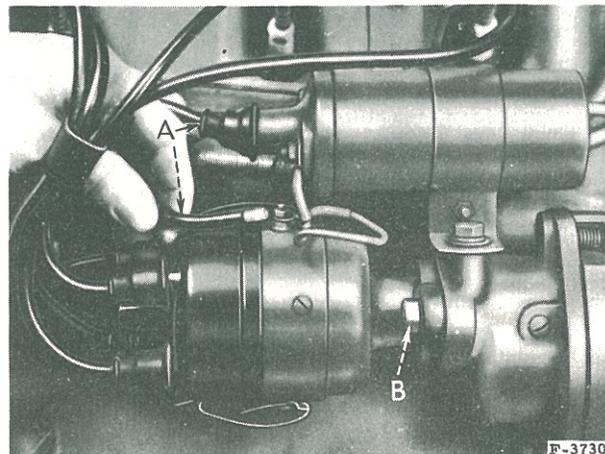

Figure 42 - Avance du distributeur en maintenant le fil du secondaire à 2 ou 3 mm de la borne primaire
2. Retirez de la prise centrale du chapeau du distributeur le fil du secondaire "A" (figure 42) et enlevez le chapeau.
Desserrez les boulons "B" (figure 42) de fixation du distributeur. Tournez le moteur jusqu'à ce que le piston N° 1 se trouve au point mort haut en fin de compression. Le fil du secondaire doit être correctement fixé à la borne de la bobine d'allumage. Tirez le bouton de contact d'allumage et voyez si l'ampèremètre indique un courant de décharge. S'il en est ainsi, c'est que les plots de contact sont fermés, et il n'est pas nécessaire de retarder le calage. Si l'ampèremètre n'indique le passage d'aucun courant, retardez le calage en tournant le corps du distributeur d'environ 30° dans le sens de la rotation de la came du rupteur. Débranchez le fil "A" (figure 42) du secondaire de la prise centrale du distributeur et maintenez l'extrémité libre à environ 2 à 3 mm de la borne primaire sur le corps du distributeur, comme l'indique la figure 42. Avancez le distributeur en tournant lentement le corps du distributeur dans le sens inverse de rotation de la came jusqu'à ce qu'une étincelle se produise.